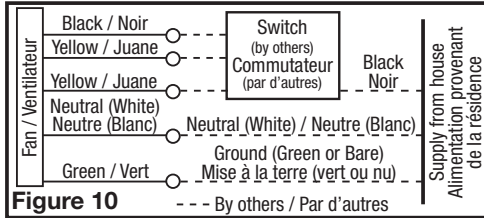

Figure 10
- 2b. Intermittent Ventilation:** For two speed fans wired for intermittent ventilation with a standard duplex toggle switch (such as Leviton 5224-2W not included). Connect the White wire of the fan to the White (Neutral) wire from the power source. Connect the ground wire from the fan to the ground wire from the power source. Properly ground the switches. Connect the black wire from the supply to one side of the top switch. Connect the black wire from the fan to the other side of the top switch, Connect 1 yellow wire from the fan to each side of the bottom switch. The top switch turns the fan On & Off, the bottom switch changes speed between high and low (Figure 10).
2b. Ventilation intermittente: Pour les ventilateurs à deux vitesses, raccordés pour une ventilation intermittente avec un interrupteur à bascule duplex standard (comme Leviton 5224 -2W non inclus). Connectez le fil blanc du ventilateur au fil blanc (neutre) de la source d'alimentation. Connectez le fil de terre du ventilateur au fil de terre de la source d'alimentation. Mettez à terre les interrupteurs correctement. Connectez le fil noir de la source d'alimentation à un côté de l'interrupteur. Connectez le fil noir du ventilateur à l'autre côté de l'interrupteur. Connectez 1 fil jaune du ventilateur à chaque côté de l'interrupteur. Le commutateur avec les connexions noires met le ventilateur en marche et arrêt. Le commutateur avec les connexions jaunes change la vitesse entre haute et basse (Figure 10).